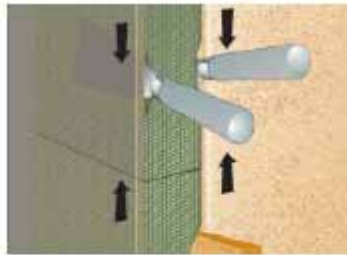

Bild 2: Stumpfstoß im Massivbau
Nasse Fugen können die, als Montagehilfe dienende, Selbstklebung neutralisieren. In diesem Fall kann das Fugendichtband bis zur Aufgezeit mit Keilen fixiert werden (Bild 2).
- Folie knicken und zurückfalten. Die Selbstklebungen liegen dabei aufeinander (Bild 2).